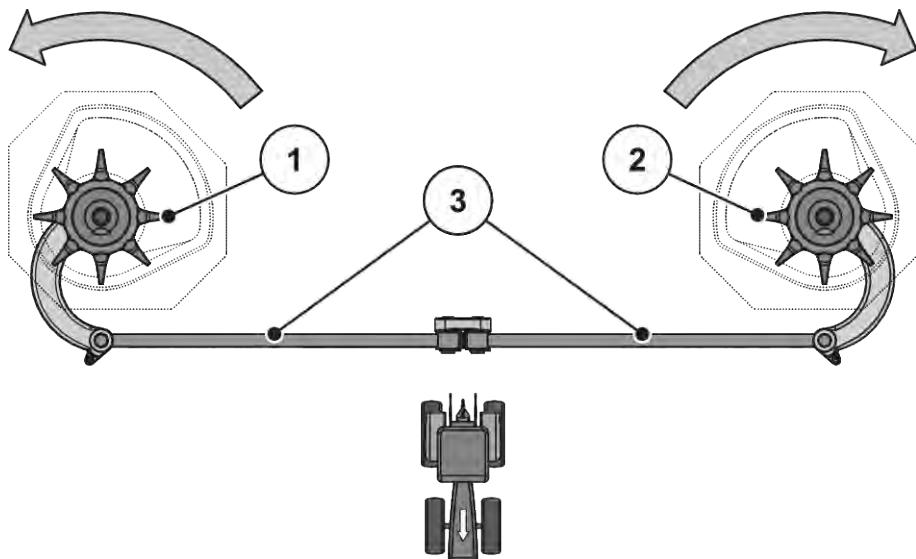

Рис. 53: Проверка привода мешалки
См. Рис. 53 Проверка привода мешалки.
► Поверните головку мешалки с усилием рукой или с помощью ленточного ключа для масляного фильтра **против направления вращения разбрасывающего диска.** см. Рис. 53 Проверка привода мешалки